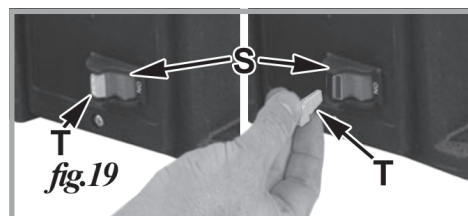

fig.19
T. COMMUTATEUR DE SÉCURITÉ pivotez de droite à gauche pour mettre la machine sous et hors tension. Lorsque la clé de sécurité (T, fig.19) est enlevée, l'interrupteur ne peut pas être mis en fonction.